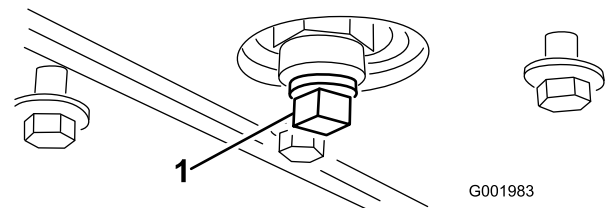

Bild 50
5. Nehmen Sie die Ablassschraube ab (Bild 50).